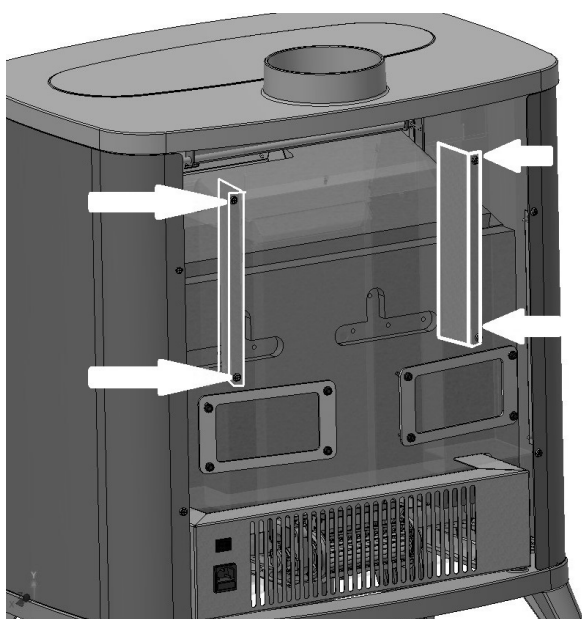

Fig. 14 - Gire los soportes
- Retire los 2 soportes de tiro internos **Fig. 14**.